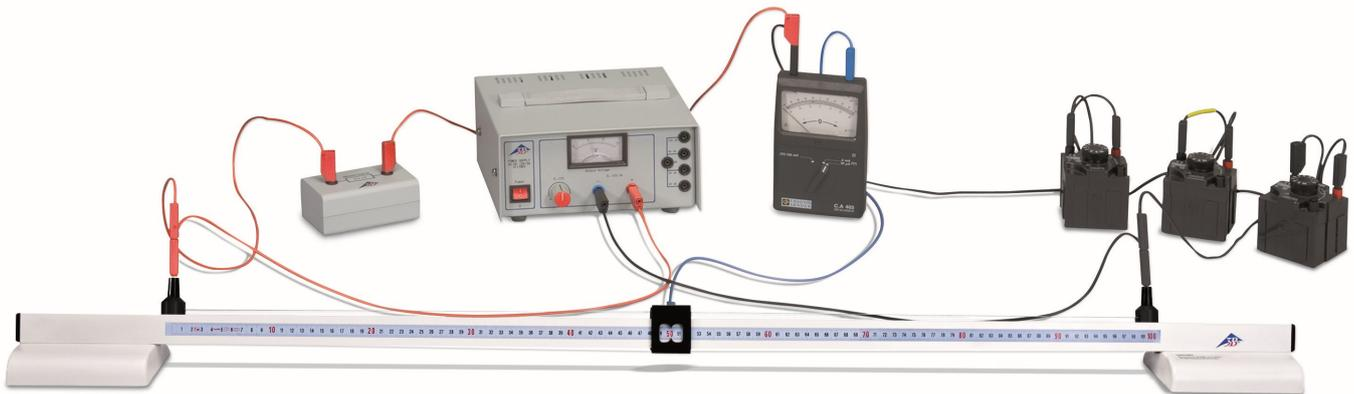

Fig. 1: Disposición de medición.
- Se monta el experimento como se muestra en la Fig. 1. Para ello, el casquillo de conexión negro de la derecha del puente de medición de resistencias se conecta a la vez con el polo negativo de la fuente de alimentación y luego se conecta con el casquillo "COM" del galvanómetro de punto cero, pasando previamente por la década de resistencias conectadas en serie. El casquillo de conexión rojo de la izquierda del puente de medición de resistencias, se conecta a su vez con el polo positivo de la fuente de alimentación y además y a su vez a través de la resistencia de precisión de 100 Ω resp. de 1 kΩ con el casquillo "COM" del galvanómetro de punto cero. Se conecta el segundo casquillo del galvanómetro de punto cero con el contacto deslizante de puente de medición de resistencias. La fuente de alimentación no se enciende todavía.